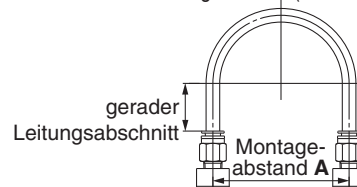

Abb. 1 Empfohlene Leitungsverlegung
1. Achten Sie beim Anschluss der Leitung an der Steckverbindung, dass der Schlauch ausreichend lang ist und locker verlegt wird. Beachten Sie dabei die empfohlenen Bedingungen für die Leitungsverlegung in Abb. 1.